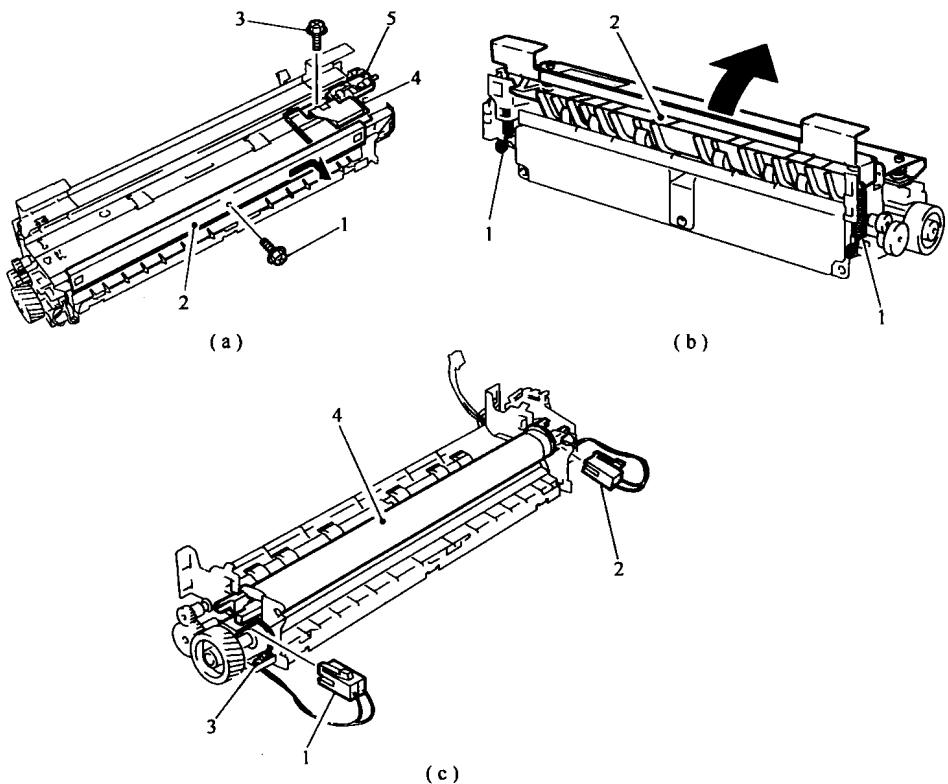

图 2-3 更换定影膜
(3) 更换定影膜。参照图 2-3 更换定影膜。
(a) 拆下 E 型环 1 和齿轮 2, 参考图 2-3 取出定影膜组件; (b) 松开并向后滑动取出定影下辊 1 的分离爪 2; (c) 依箭头方向抬起定影下辊 1 的后部并将其取出; (d) 从定影下辊 1 的两端拆下辊的衬套 2, 然后取下导电橡胶 3。